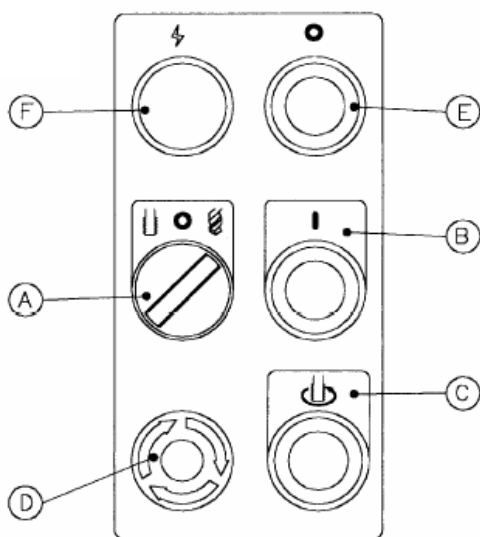

Рис.8
1. Поверните переключатель А (см. рис.8) на позицию «РЕЗЬБОНАРЕЗАНИЕ», если Вы приступаете к работе по нарезанию резьбы.
4. Нажмите кнопку старта В (см. рис.8) и приступайте к нарезанию резьбы.
5. Если что-то вышло из строя, нажмите кнопку аварийного останова D (см. рис.8), и работа станка немедленно прекратится.